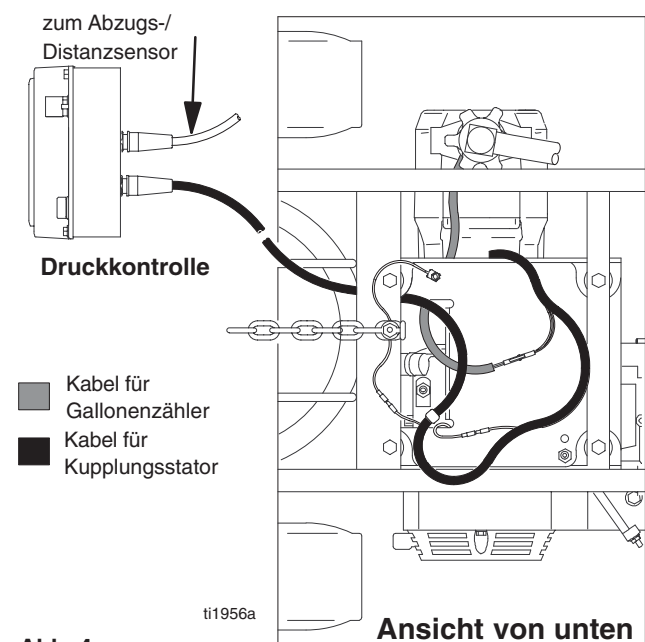

Abb. 4
2. Abb. 4. Alle notwendigen Kabel abziehen.
3. Abb. 4. Alle notwendigen Kabel anschließen.